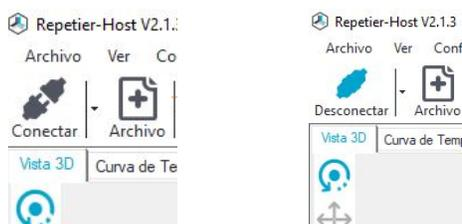

Figura 25. Conectar impresora con Repetier
1. Para imprimir con la impresora por medio del cable USB primero debemos asegurarnos que esté seleccionado el puerto correcto. (Ver aparte configurar impresora), encendemos el equipo y conectamos el cable USB al computador. Una vez la impresora esté encendida y tenga el cable USB, se ejecuta el software Repetier-Host. En la esquina superior izquierda se encuentra un ícono “conectar”. Si el puerto configurado es el correcto, dando click a este ícono (Ver figura 25), el color debe cambiar de gris a azul para indicar que existe comunicación entre la impresora y el computador y el ícono se transforma como se muestra abajo.